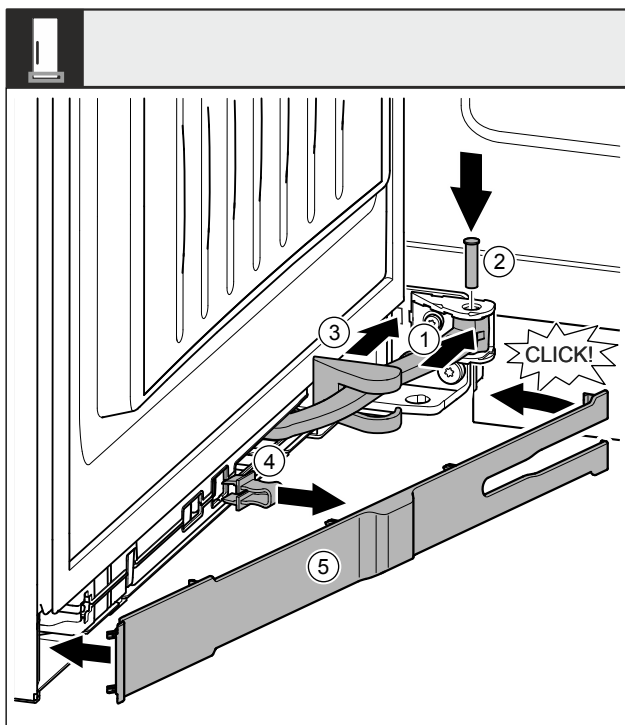

Fig. 54
- Rotiți articulația Fig. 54 (1) în sistemul de suspendare.
- Introduceți cu o șurubelniță bolțul Fig. 54 (2) în sistemul de suspendare și articulație. Urmăriți ca respectiva camă de fixare să fie așezată corect în canelură.
- Împingeți capacul suportului de lagăr Fig. 54 (3) de-a lungul articulației și montați-l deasupra sistemului de suspendare.
- Detașați siguranța Fig. 54 (4).
- Aplicați masca Fig. 54 (5) pe partea mânerului și rabatați în interior.